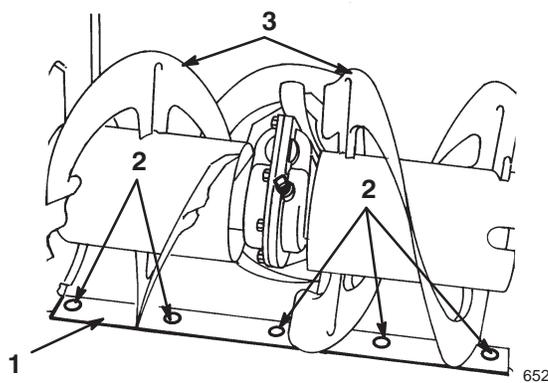

Bild 22
1. Kufe (2)
2. Bundmuttern (4)
3. Seitenplatte der Schnecke (2)
6. Die **Schneckenblätter** sollten 3 mm vom Boden entfernt sein (Bild 22).
8. Lösen Sie zur Einstellung der Schürfleiste die fünf Befestigungsschrauben (Bild 22), richten Sie die Leiste aus und ziehen Sie die Befestigungsschrauben wieder fest.